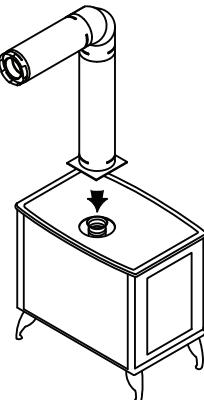

Figure 4
Étape 2. Le tuyau et les raccords DirectVent Pro sont conçus avec des viroles verrouillables par rotation. Pour connecter le système de ventilation à la sortie du conduit de fumée de l'appareil, un adaptateur verrouillable par rotation est nécessaire. Pour certaines marques d'appareils, l'adaptateur de MG DuraVent sera intégré dans l'appareil, à l'usine. Pour d'autres marques, l'adaptateur sera fourni par le fabricant pour une installation sur place. Assemblez la combinaison désirée de sections de tuyaux et de coudes à l'adaptateur de l'appareil (*Fig. 4*).